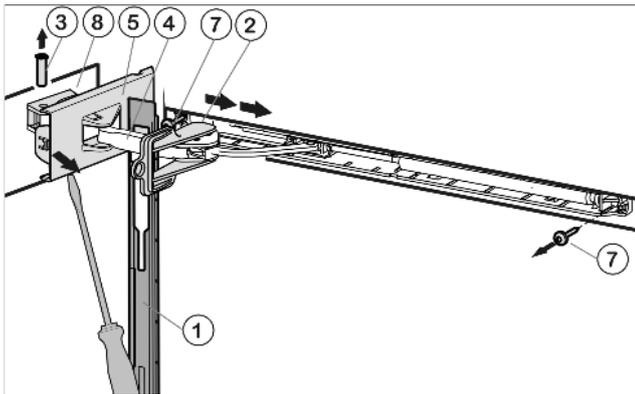

Fig. 5
- ▶ Pousser le panneau au-dessus de l'étrier de l'amortisseur *Fig. 5 (4)* vers l'avant, en direction de l'appareil.
- ▶ Encliqueter le dispositif d'arrêt joint *Fig. 5 (2)* dans le trou longitudinal.
- ▶ Détacher le cache *Fig. 5 (5)* côté charnière avec un tournevis jusqu'au premier encliquetage.
- ▶ Chasser le pivot *Fig. 5 (3)* par le bas.
- ▶ Pousser l'étrier de l'amortisseur *Fig. 5 (4)* direction porte.
- ▶ Défaire complètement le cache *Fig. 5 (5)* côté charnière et l'ôter.
- ▶ Ôter le panneau *Fig. 5 (1)*.
- ▶ Dévisser l'unité d'amortissement de fermeture (2 Torx® 15) *Fig. 5 (7)*.
- ▶ Dévisser l'élément pivotant *Fig. 5 (8)* et le placer tourné de 180° du côté opposé. Pointer les trous de vissage ou utiliser une visseuse sans fil.